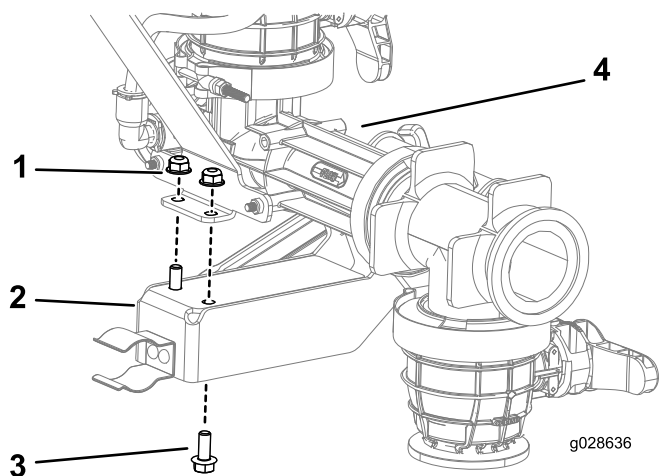

Рисунок 10
1. Присоедините рукоятку к эдуктору с помощью двух фланцевых болтов и двух фланцевых гаек (Рисунок 10).
3. Совместите отверстия в монтажной пластине эдуктора в сборе с пазовыми отверстиями в опорной пластине люльки в сборе (Рисунок 10).